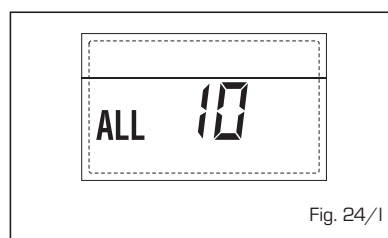

Fig. 24/i
- ANOMALIA MODULATORE "ALL 11" (fig. 24/m)